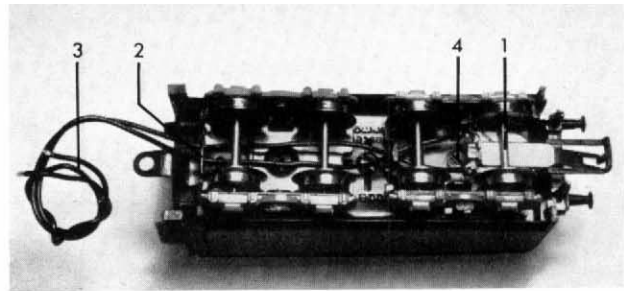
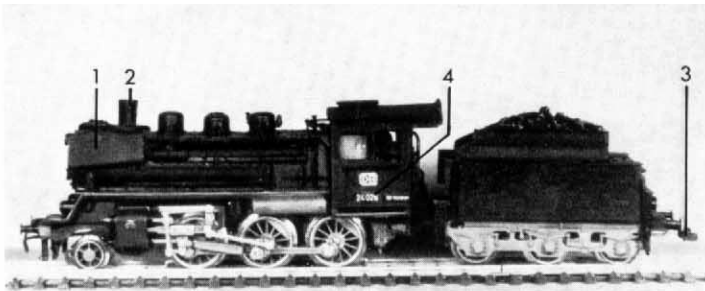

Abb. 5 Umgebauter Schlepptender 20 565 der Lokomotive BR 001 (3048) mit Telex-Kupplung, von unten gesehen
Abb. 10 Umgebaute Lokomotive BR 024 (3003) mit Telex-Kupplung, Rauchentwickler, Tenderbeleuchtung und Witte-Windleitblechen
(Abb. 5, 6 und 7)
- 3.2 Einbau der Tenderschlußbeleuchtung L2 und L3 nach Mm 3/1969. Die Schaltdrähte werden durch den etwas erweiterten Schlitz des vorderen Tenderdrehgestells gezogen; dann kann der Tender zusammengebaut werden. Die Abb. 5 zeigt ihn von unten. Die etwa 20 cm langen Schaltlitzten werden erst später beim Zusammenbau der Lokomotive entsprechend gekürzt.
- 5.2 Die Abb. 10 zeigt die umgebaute Lokomotive 3003, BR 24 (024), mit Telex-Kupplung, mit Witte-Leitblechen und Dampfentwickler. Das Vorbild, die 24 067, ist u. a. im Mm 4/1970, Seite 29, Abb. 5, zu sehen. Den Umbau nehmen wir wie folgt vor: